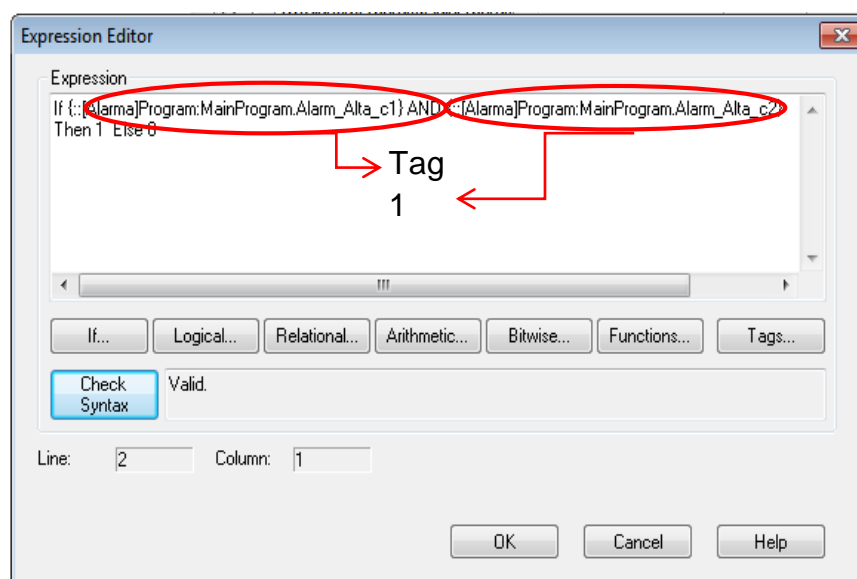

Figura 19 Programación para la nueva alarma de mensaje “Peligro”
13. Posteriormente se va agregar la condición dependiendo de la programación en RSLogix 5000, en esta ocasión programaremos la condición que si la alarma de temperatura alta del caldero 1 y 2 se activan se mandará un mensaje de “Peligro”, esto se muestra en la Figura 19: